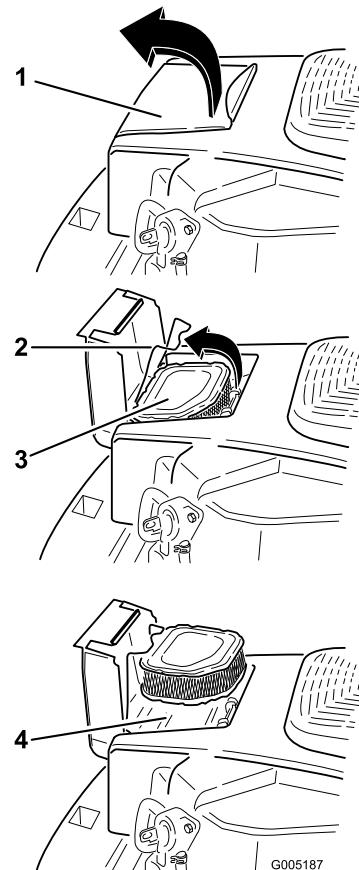

Bild 28
1. Öffnen Sie die Tür an der Luftfilterabdeckung am Gebläsegehäuse, um an den Luftfiltereinsatz zu gelangen (Bild 28).
2. Haken Sie den Riegel aus und nehmen Sie den Luftfiltereinsatz heraus (Bild 28).